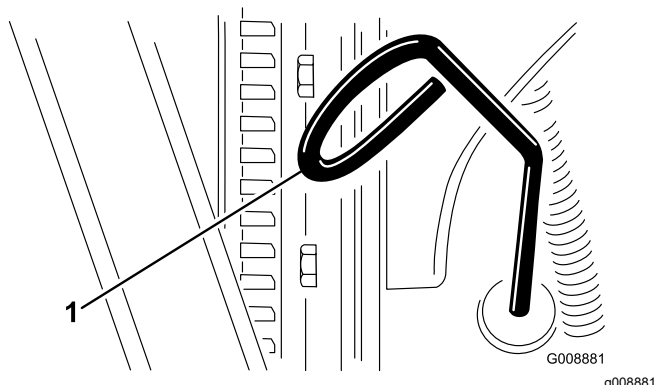

図 52
- ディップスティック 図 52 を抜きウェスで一度きれいに拭く。